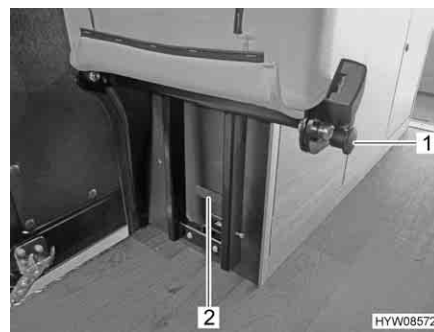

Fig. 9 Sbloccaggio del piano di seduta e del telaio del sedile
- Tirare il bottone di sbloccaggio (Fig. 9,1) e ribaltare in avanti il piano di seduta.
- Premere lo sbloccaggio (Fig. 9,2) e sganciare il telaio del sedile.